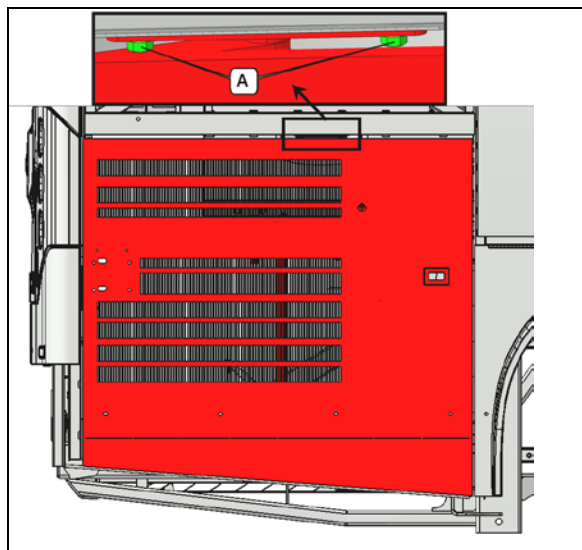

Figure 45:
2. Assurez-vous que les boulons A sont bien serrés (Figure 45:).